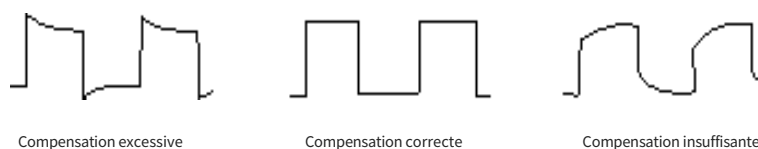

Figure 4-2 Étalonage compensatoire de la sonde
- Visualisez la forme d'onde affichée, comme le montre la figure 4-2.